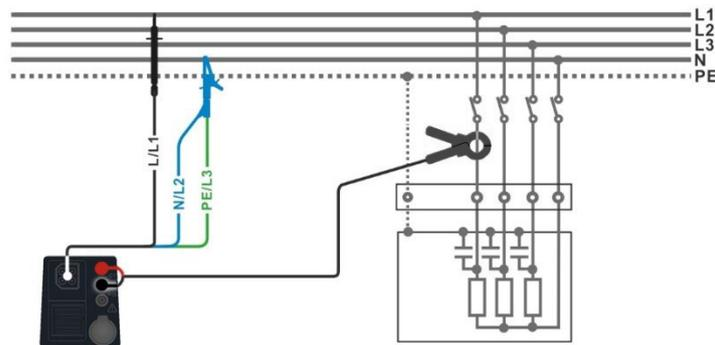

Abbildung 7.54: Leistungsmessung
- › Wählen Sie die Funktion **Leistung (P)** im Menü **LEIST**.
- › Schließen Sie die 3-Leiter-Prüflleitung und die Stromzange am Prüfobjekt an, siehe **Abbildung 7.54**.